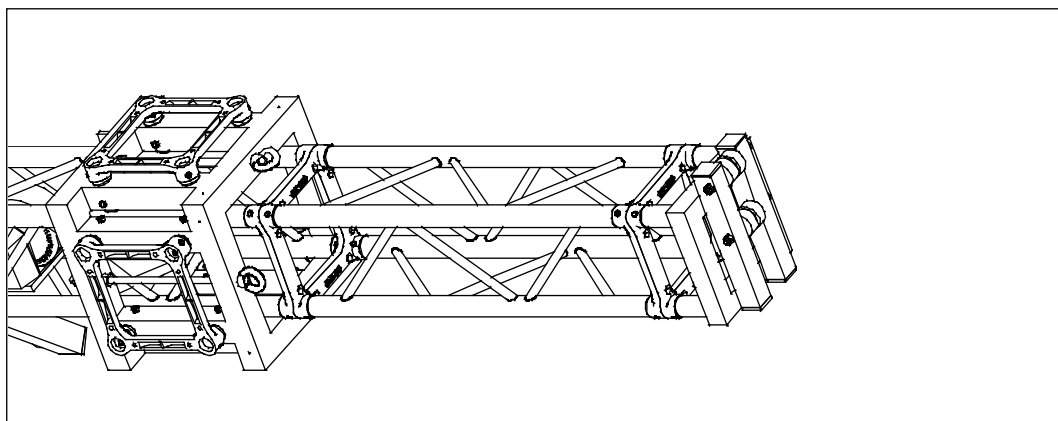

Fig. 6
5. Si posiziona poi sulla sommità della torre il top mediante kit ad innesto rapido o kit a bulloni come da fig. 6.